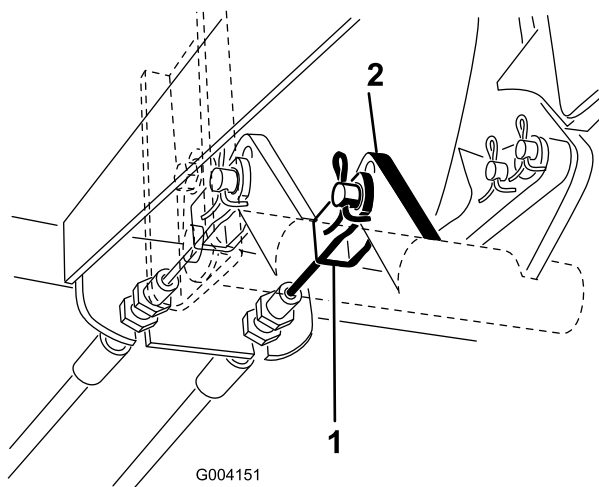

Figure 67
2. Débranchez le câble de frein gauche de la pédale de frein (Figure 67) et serrez le frein de stationnement.